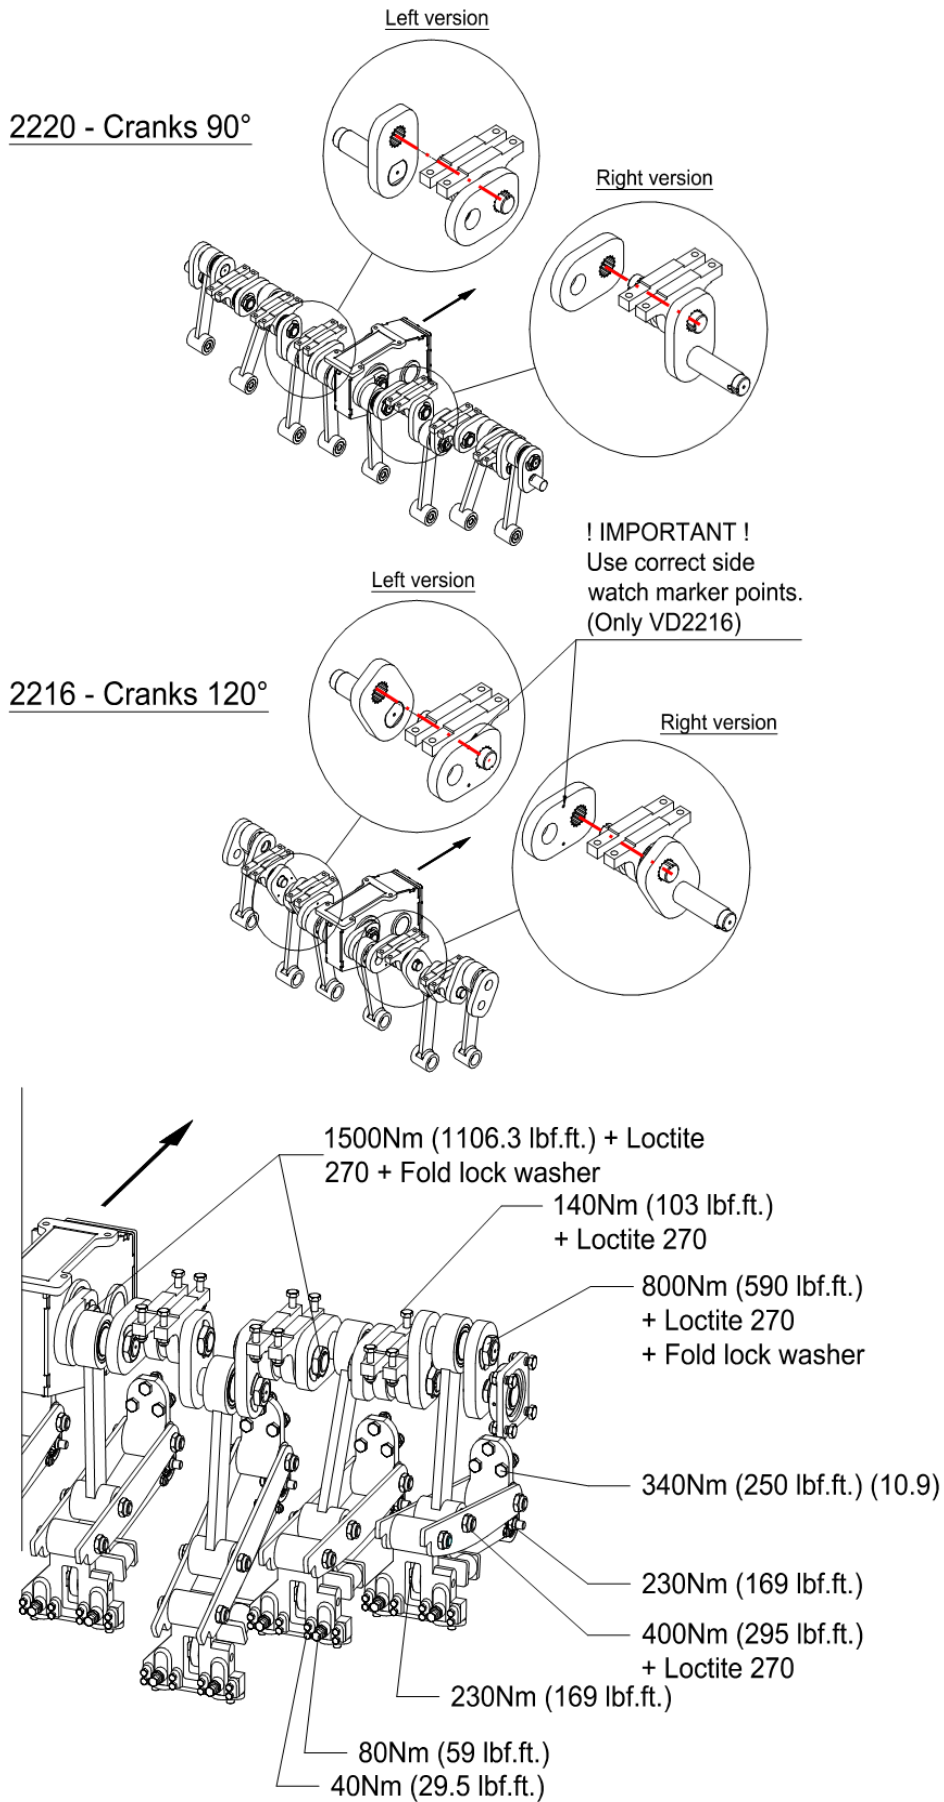

Fig. 15
2. Puxe a extremidade grande (13) um pouco para trás até o elemento (12) se soltar.
3. Remover a biela (14) pelo pino (15) para remover.
5. Remova a porca (16), o bloqueio da placa (17) ea alavanca elemento (18) da caixa de mudanças.
6. Retire a anilha para vedação (19) com a chave de fendas.
9. Limpe o elemento da manivela (20) e aplique vedante de silicone no eixo.
10. Proceda à montagem do elemento da manivela na posição correcta. (fig.15)
12. Proceda à montagem de uma nova placa de retenção (17) e porca (16). Utilize Loctite na porca.
13. Puxe a porca (16) com o acoplamento de tracção apresentado na fig. 15.
Na fig. 15 são apresentados os momentos de tracção dos mais importantes parafusos/porcas. Certifique-se de que os parafusos e as porcas cujas definições não são apresentadas, são apertados da mesma forma que os parafusos e porcas semelhantes. Quando os parafusos e as porcas se soltam, poderá utilizar Loctite para os apertar.